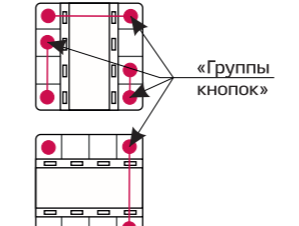

Рис. 6 — Способы расположения пультов и «групп кнопок»
Например, группа из 2 кнопок, расположенных вертикально или горизонтально, может управлять освещением: одна кнопка - ВКЛЮЧИТЬ, вторая кнопка - ВЫКЛЮЧИТЬ (рис. 6).
- для управления роллетами в пошаговом режиме: кнопками верхнего ряда выполняется управление 4 роллетами второго этажа, кнопками нижнего ряда - управление 4 роллетами первого этажа (рис. 6);